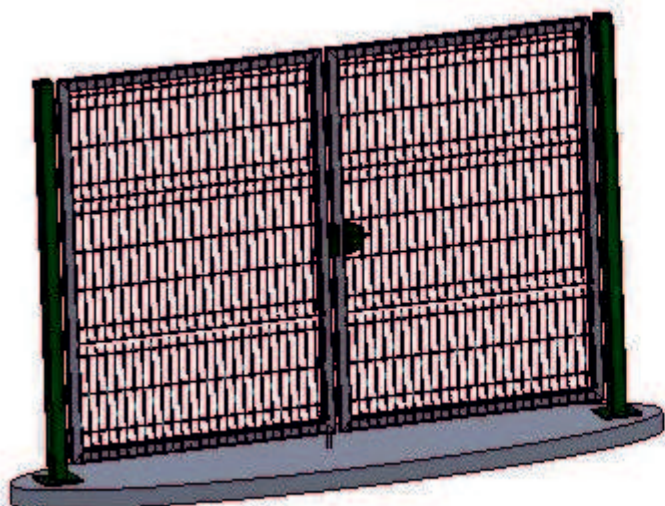

рис.14
- при открытии во внутрь (рис.14)